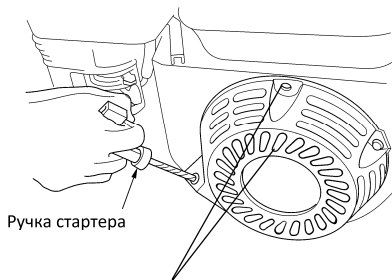

Рис. 20 Закрытие впускных и выпускных клапанов двигателя
7. Потяните за рукоятку стартера до тех пор, пока вы не почувствуете сопротивление. Продолжайте тянуть рукоятку стартера до тех пор, пока отметка на шкиве стартера не совпадет с отверстием на кожухе стартера (Рис.20). В этом положении впускной и выпускной клапан двигателя закрыты. Таким образом, Вы предохраните двигатель от внутренней коррозии.